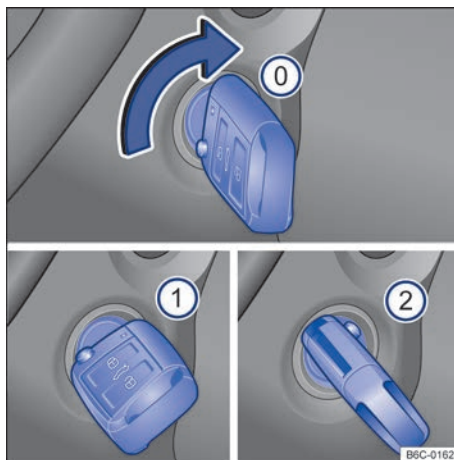

Fig. 85 Ao lado do volante, à direita: posições da chave do veículo no cilindro da ignição.
Posições da chave do veículo → Fig. 85
- 2 Pisar no pedal do freio e ligar o motor. Quando o motor pegar, soltar a chave da ignição. Ao soltar, a chave do veículo retorna à posição → Fig. 85 1.
- Girar a chave do veículo na posição → Fig. 85 . A ignição está ligada.
- Girar a chave do veículo no cilindro da ignição para a posição → Fig. 85  – não acelerar. Quando o motor começar a funcionar, soltar a chave do veículo no cilindro da ignição.
- *Veículos com cilindro da ignição*: girar a chave do veículo no cilindro da ignição na posição → Fig. 85 .